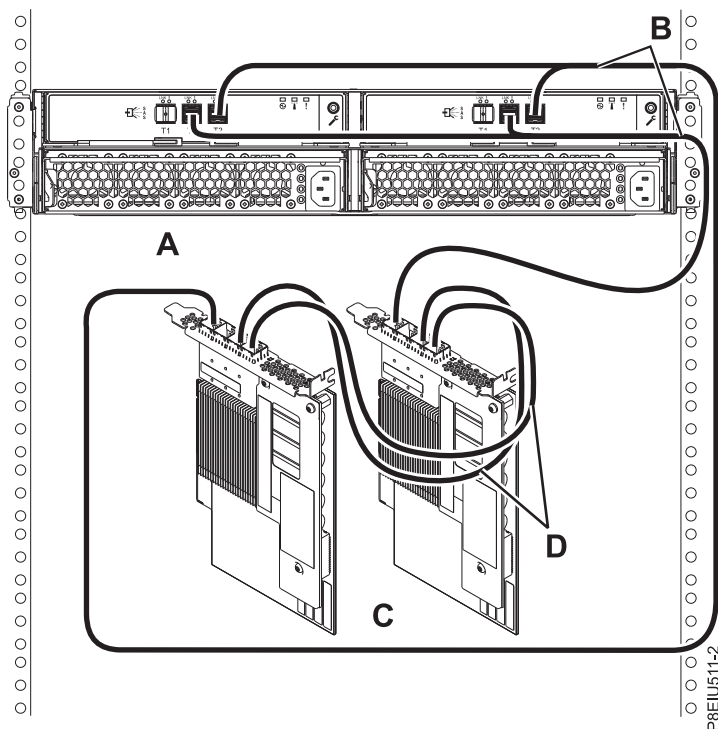

図 16. AA ケーブル付きの 1 対の FC EJ0L SAS アダプター・ペアまたは FC EJ14 SAS アダプター・ペアへの YO12 ケーブルを使用した、1 台の ESLL ストレージ・エンクロージャーまたは ESLS ストレージ・エンクロージャーのモード 1 接続
16. 19 ページの図 16 に示すように、アダプター間 (AA) ケーブル (D) 付きの 1 対の FC EJ0L アダプター・ペアまたは FC EJ14 SAS アダプター・ペア (C) への YO12 ケーブル (B) を使用して 1 台のエンクロージャー (A) のモード 1 接続を実行してから、24 ページの『ケーブルと電源コードの接続およびカバーの取り付け』に進みます。